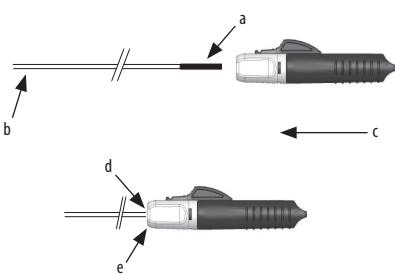

Abbildung 1.
- Halten Sie das proximale Ende des Implantatschiebers am distalen Ende der PLI-Anzeige (positiver Lastindikator). Führen Sie das Schnellablösesystem über den Positionierschieber, bis der PLI vollständig in den Trichter eintritt und der Positionierschieber fest mit dem Schnellablösesystem verbunden ist (siehe Abbildung 1).
Hinweis: Ist der PLI noch immer wie in Abbildung 2 unten dargestellt zu sehen, sollte das Schnellablösesystem weiter vorgeschoben werden, bis der Positionierschieber wie in Abbildung 1 oben dargestellt vollständig im Trichter sitzt.